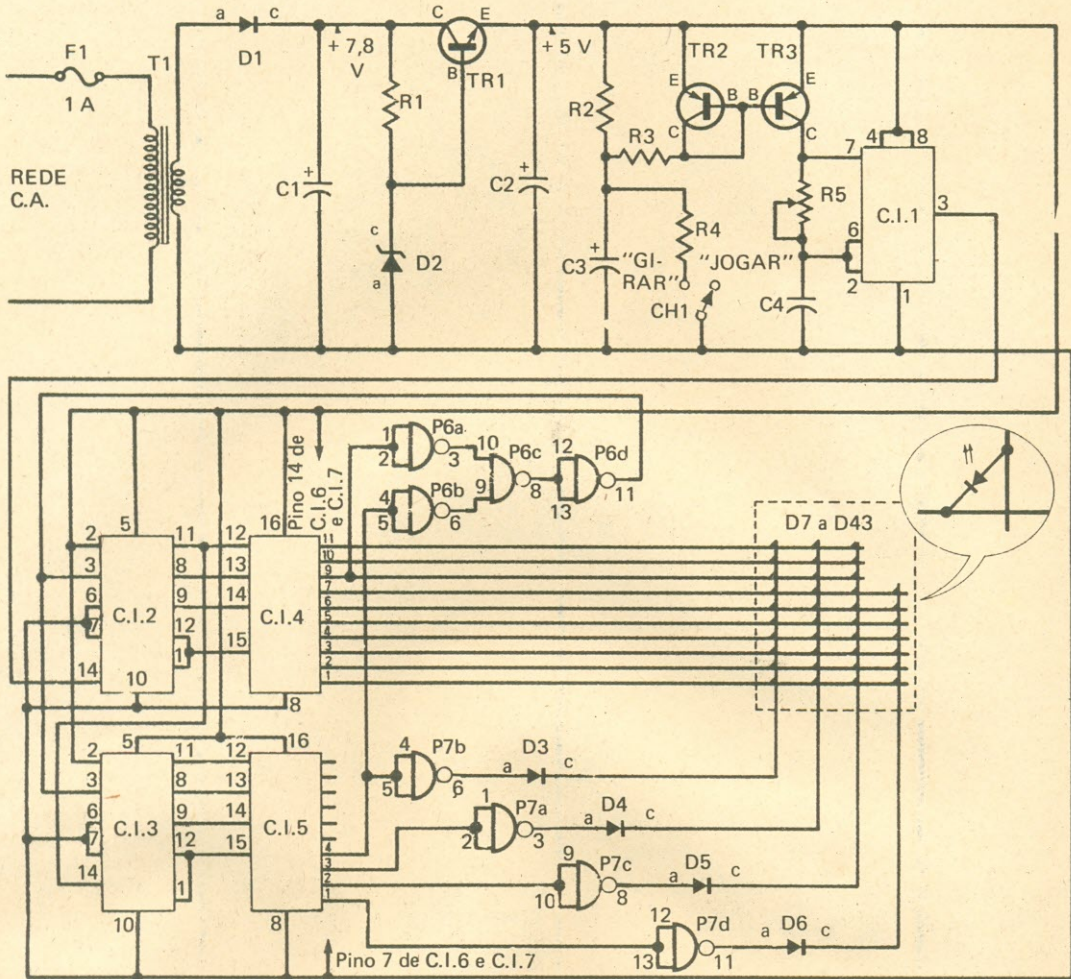

Fig. 1 — Diagrama esquemático da "Roleta Eletrônica", incluindo a fonte de alimentação.
b) A identificação dos terminais de C.I.1, na Fig. 2, está incorreta: conseqüentemente, a disposição dos componentes sobre a régua de terminais da fonte de alimentação também está errada. A identificação correta dos terminais de C.I.1, da esquerda para a direita, e visto de frente, é 1-3-2, ou seja, o terminal ligado ao negativo é o do centro. A soldagem na régua de terminais da fonte deve ser refeita guiando-se pela Fig. 1, que não apresenta erros.
O esquema completo da Roleta Eletrônica se encontra na Fig. 1. Como se empregam circuitos TTL, e a solicitação de corrente é da ordem de 60 mA, uma fonte de alimentação pela rede é mais econômica que pilhas.